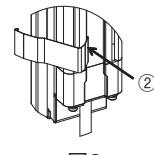

図2
- (2) セーフティライトカーテン本体の背面溝に固定金具をひっかきます。(図2 ②)